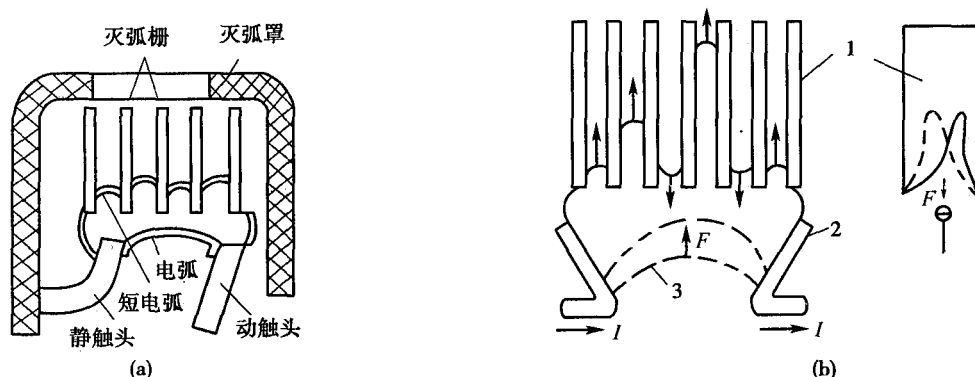

图 2-5 栅片灭弧原理
(3) 灭弧装置 当触头断开通电的电路时, 如果触头间的电压在 $10 \sim 20 \text{ V}$ 以上、电流在 $10 \sim 100 \text{ mA}$ 以上, 则在触头打开的间隙中就会产生电弧; 如果断开大电流或高电压电路, 在动、静触头之间就会产生很强的电弧。电弧是触头间气体在强电场作用下产生的放电现象, 发光发热并会灼伤触头, 甚至能使触头熔合; 电弧向四周喷射, 会造成线路相间短路, 甚至造成火灾; 电弧使电路切断时间延迟, 影响接触器的正常工作。为此, 对容量较大的交流接触器(一般指 20 A 以上的)往往采用灭弧栅来进行灭弧。其结构及原理如图 2-5 所示。灭弧栅由镀铜的薄铁片组成, 薄铁片插在由陶土或石棉水泥材料压制成的灭弧罩中, 各片之间是相互绝缘的。当动触头与静触头分开时, 触头间产生电弧, 在电弧的周围产生磁场。由于薄铁片的磁阻比空气小得多, 因此电弧上部的磁通容易通过灭弧栅片而形成闭合磁路, 在电弧上部磁通非常稀疏, 而电弧下部的磁通却非常稠密, 这种上稀下密的磁通产生向上的运动力, 把电弧拉到灭弧相片中去, 相片将电弧分割成许多短弧, 每个相片就成为电弧的电极, 相片间的电弧电压低于燃弧电压, 同时相片将电弧的热量散发, 促使电弧迅速冷却而熄灭。
(4) 其他部分 交流接触器除反作用弹簧外还有缓冲弹簧, 触头压力弹簧片, 传动机构和接线柱等部分。反作用弹簧的作用是, 当线圈断电时, 使主触头复位分断。缓冲弹簧, 是